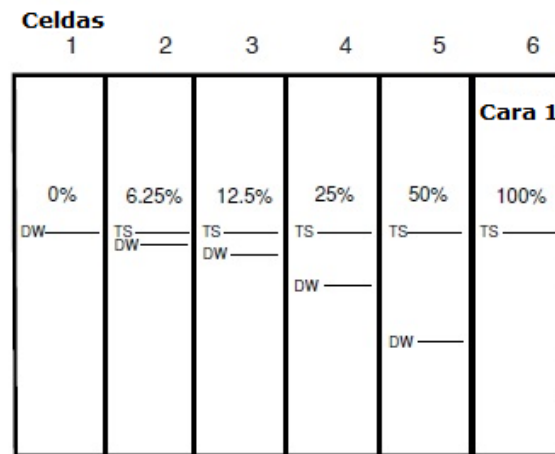

FIGURA 3: Cámara de exposición: TS = Solución de toxina
4. Usando la misma pipeta de transferencia, añadir solución de toxina hasta las líneas de nivel de la Solución de toxina (TS) en celdas de #2 a #6, como se muestra en la **Figura 3**.
4. Usando la misma pipeta de transferencia, añadir solución de reducción de la toxicidad hasta las líneas de nivel de la Solución de toxina (TS) en celdas de #2 a #6, como se muestra en la **Figura 3** (apartado 5.A.4).